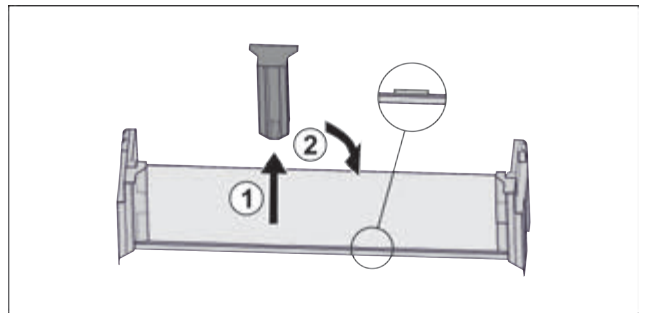

Fig. 98
- ▶ Витягнути середню деталь для підтримки Fig. 98 (1).
- ▶ Вставити середню деталь для підтримки на друге положення Fig. 98 (2).